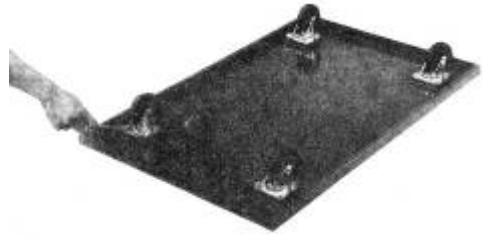

Рисунок 3.
1. Установите и закрепите колёса на основании пылесоса (рис. 3.).